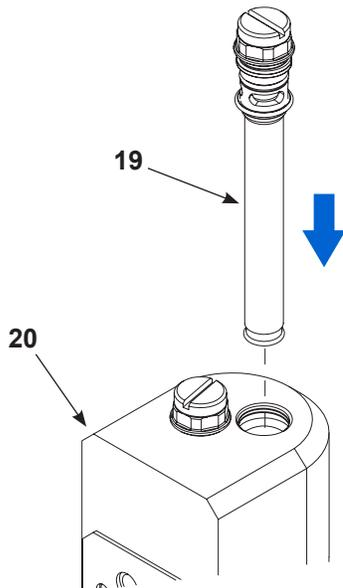

Рис. 25 Установка трубок псевдооживления в коллектор
5. См. Рис. 25. Вставить трубки псевдооживления в сборе (19) с верхней стороны продувочного коллектора (20). Посадить трубки в коллектор.